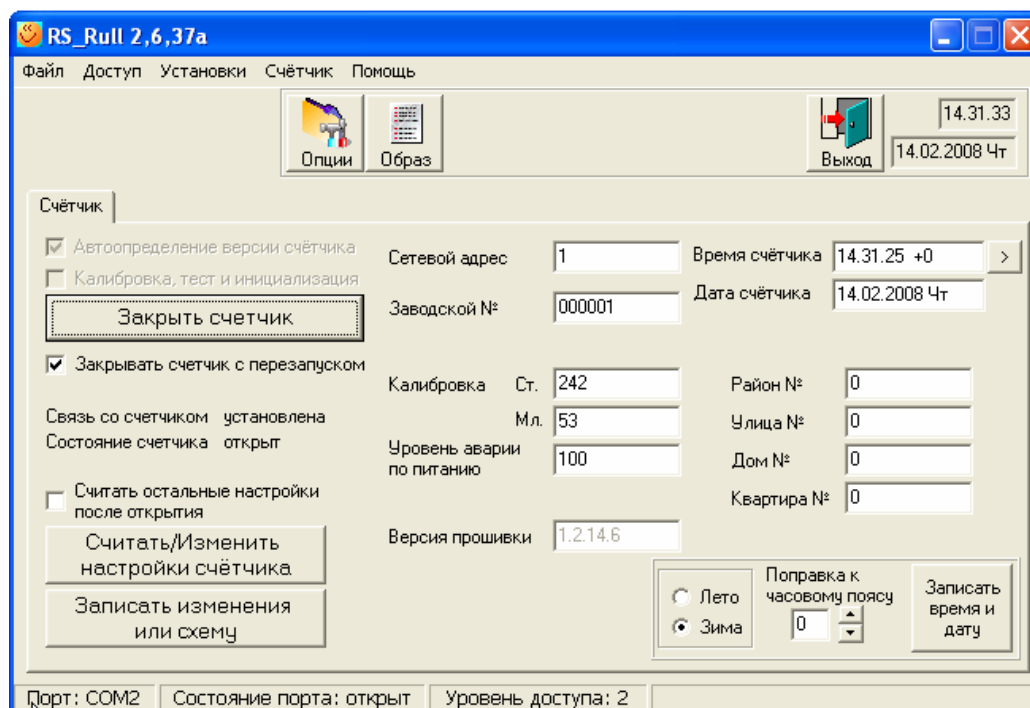

Рис.3
- 3.2.1.3 В случае если доступ получен и связь установлена, рабочее окно программы имеет вид см. Рис. 3
3.2.2 В окне «Режим работы» отмечается курсором кликом мышки «Один счетчик» (см. Рис.3).